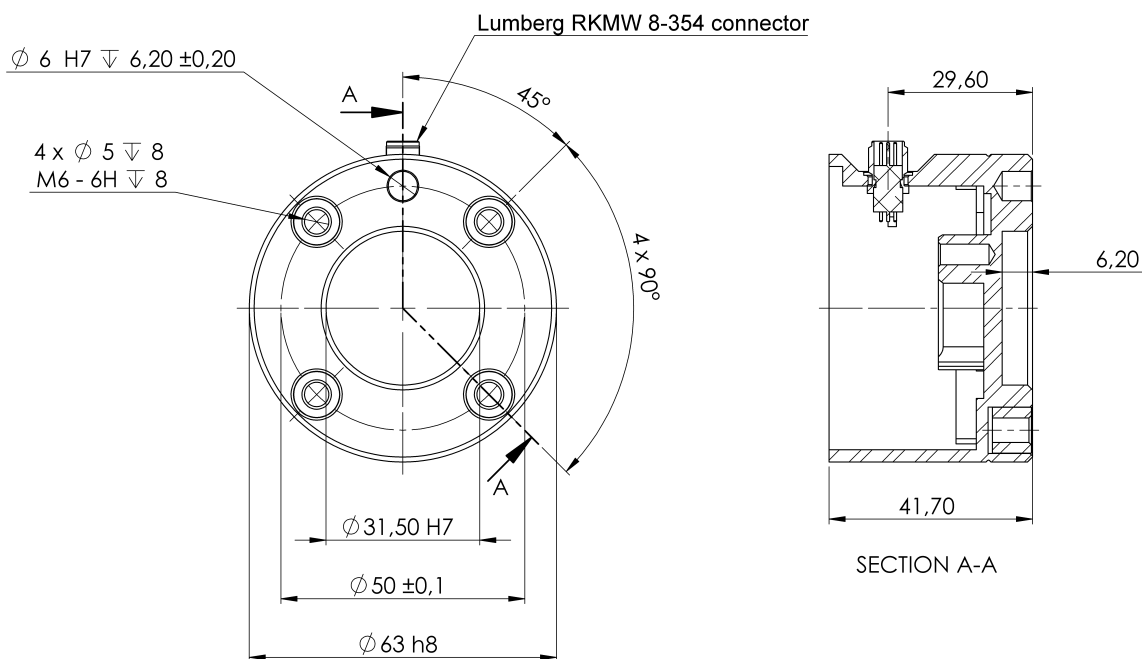

FIGURE 4.2 – la bride de sortie d’outil (ISO 9409-1-50-4-M6) est l’endroit où l’outil est monté à l’extrémité du robot. Toutes les mesures sont en mm.
**Outil** La bride d'outils du robot comporte quatre trous filetés M6 permettant de fixer un outil au robot. Les boulons M6 doivent être serrés à 8 N m, classe de force 8.8. Pour un repositionnement précis de l'outil, utilisez une broche dans le trou Ø6 fourni. La Figure 4.2 présente les dimensions et le modèle de trous de la bride de l'outil. Il est recommandé d'utiliser un trou avec une fente radiale pour la broche afin d'éviter une sur-limitation, tout en gardant une position précise. Ne pas utiliser des boulons plus longs que 8mm pour monter l'outil. Des boulons M6 très longs peuvent être pressés contre le bas de la bride de l'outil et court-circuiter le robot.